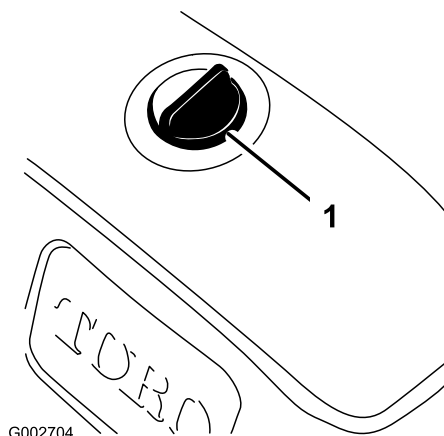

Figura 43
3. Limpie la zona alrededor del tapón del depósito hidráulico para evitar que entre suciedad en el depósito (Figura 43).